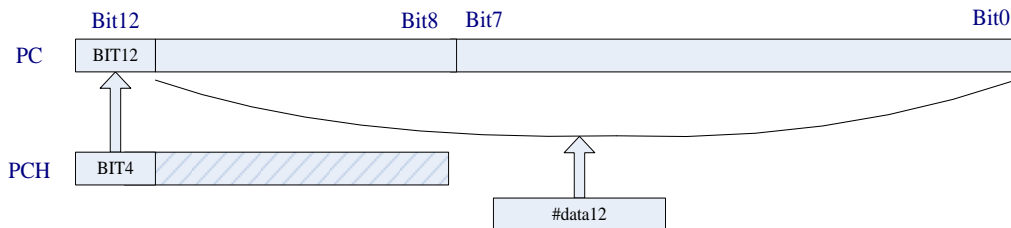

图 3.4 执行 JMP、CALL 指令时 PC 的变化图
在执行 JMP 或者 CALL 指令时, 程序计数器 (PC) 的值将变为 PCH.bit4 以及指令所带立即数 (#data12), 如图 3.4 所示。